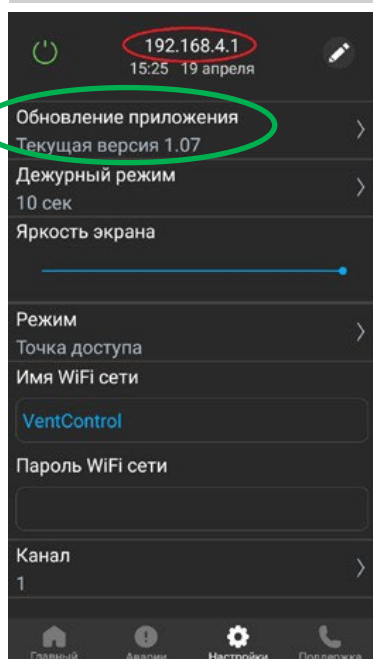
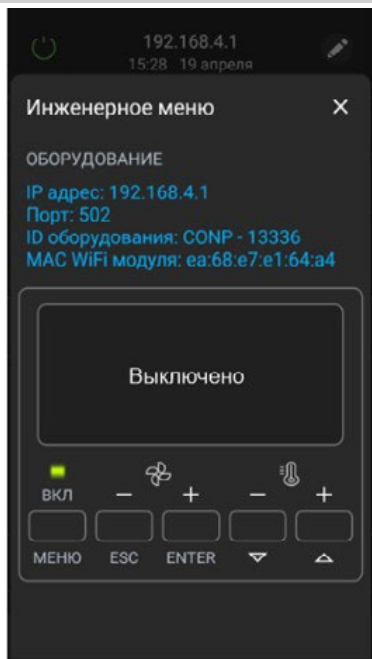

Рис.21
Рис.22
1. Перейдите во вкладку «НАСТРОЙКИ» на экране панели, затем нажмите (в течение 3-х секунд) на название «Текущая версия» в верхней части экрана (см. рис.21, отмечено зеленым) – осуществится переход в «ИНЖЕНЕРНОЕ МЕНЮ» (см. рис.22). На экране будет написано «Выключено».
2. Два раза нажмите на кнопку «ENTER» в нижней части экрана – вы перейдете на экран «Загрузка меню» (см. рис.22).